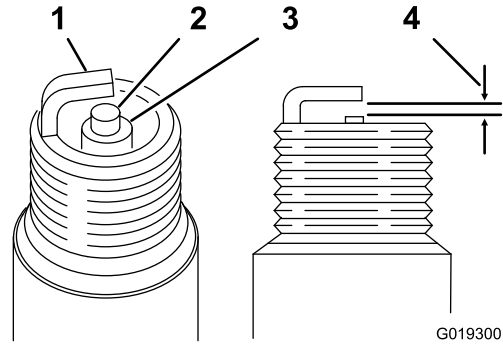

Figure 50
1. Examinez le centre de la bougie (Figure 50). Si le bec isolant est recouvert d'un léger dépôt gris ou brun, le moteur fonctionne correctement.
2. Avec une jauge d'épaisseur, mesurez l'écartement entre l'électrode latérale et l'électrode centrale (Figure 50).